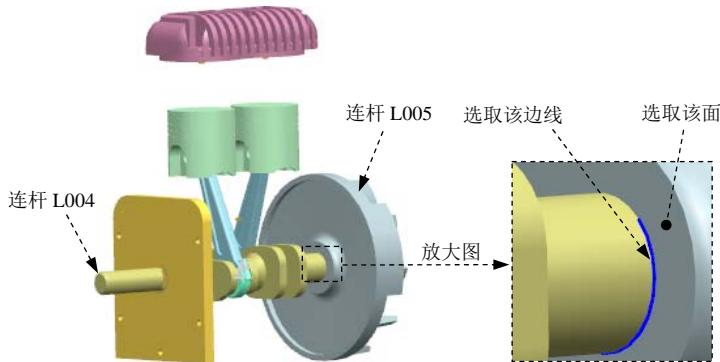

图 10.4.12 定义旋转副 (二)
(1) 选择连杆。在运动导航器中将连杆 L002 进行隐藏，然后选取图 10.4.12 所示的连杆 L005。
(2) 定义原点及矢量。在“运动副”对话框操作区域的指定原点下拉列表中选取“圆弧中心”选项，在模型中选取图 10.4.12 所示的圆弧为定位原点参照；选取图 10.4.12 所示的面作为矢量参考面。
(3) 添加啮合连杆。在“运动副”对话框的基本区域中选中 啮合连杆复选框，单击选择连杆 (1)，选取图 10.4.12 所示的连杆 L004。
(4) 定义啮合连杆原点及矢量。在“运动副”对话框基本区域的指定原点下拉列表中选取“圆弧中心”选项，在模型中选取图 10.4.12 所示的圆弧为定位原点参照；选取图 10.4.12 所示的面作为矢量参考面。